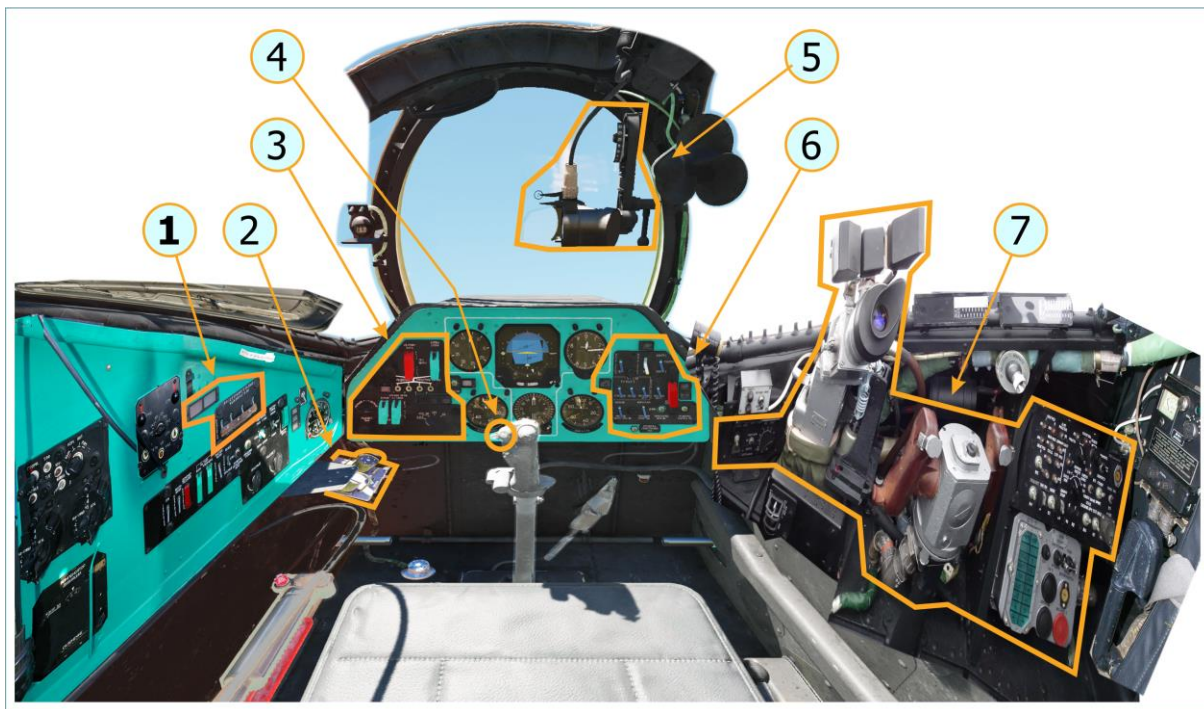

Рис. 4.3. Расположение элементов системы вооружения в кабине летчика оператора
- элементы системы вооружения, расположенные в кабине летчика-оператора (Рис. 4.3):